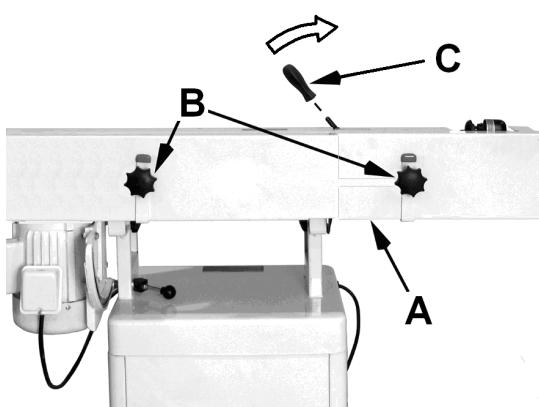

Fig 4
Entfernen Sie die Schleifband Schutzhäuben (A, Fig 4) durch Lösen der Sterngriffe (B).